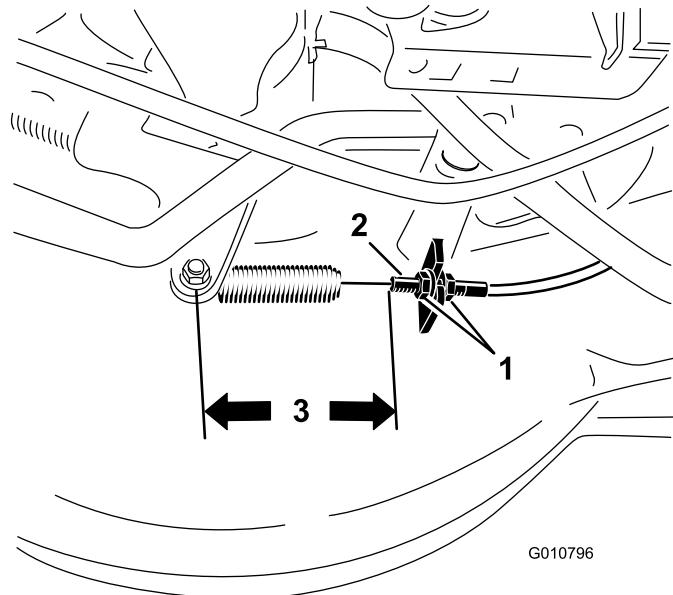

Figure 26
4. Desserrez les écrous du câble de frein jusqu'à ce que la gaine du câble puisse coulisser (Figure 26).
Remarque: Il doit exister un écart de 11,4 cm de l'extrémité du conduit du câble de frein au boulon qui fixe le ressort (voir la Figure 26).